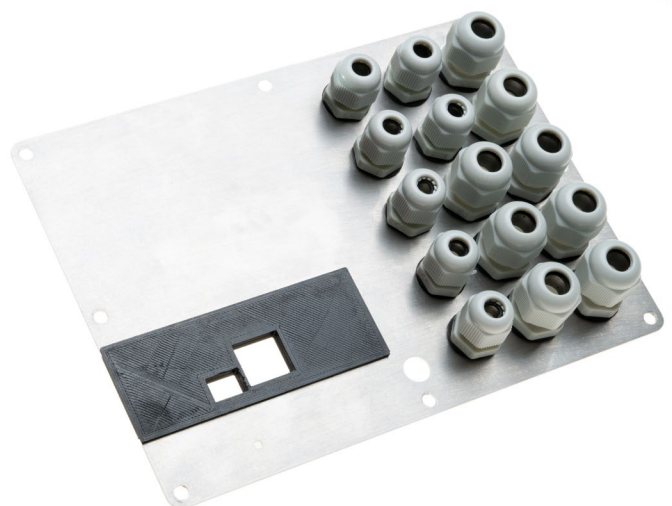

Bild 5: Montieren Sie grundsätzlich auch unbenutzte Verschraubungen, um alle Öffnungen zu verschließen.
- Setzen Sie die 3D-gedruckte Frontabdeckung, die Sie mit dem Adaptermodul bekommen haben, in die Aussparung der Anschlussblende. Siehe Bild 5.